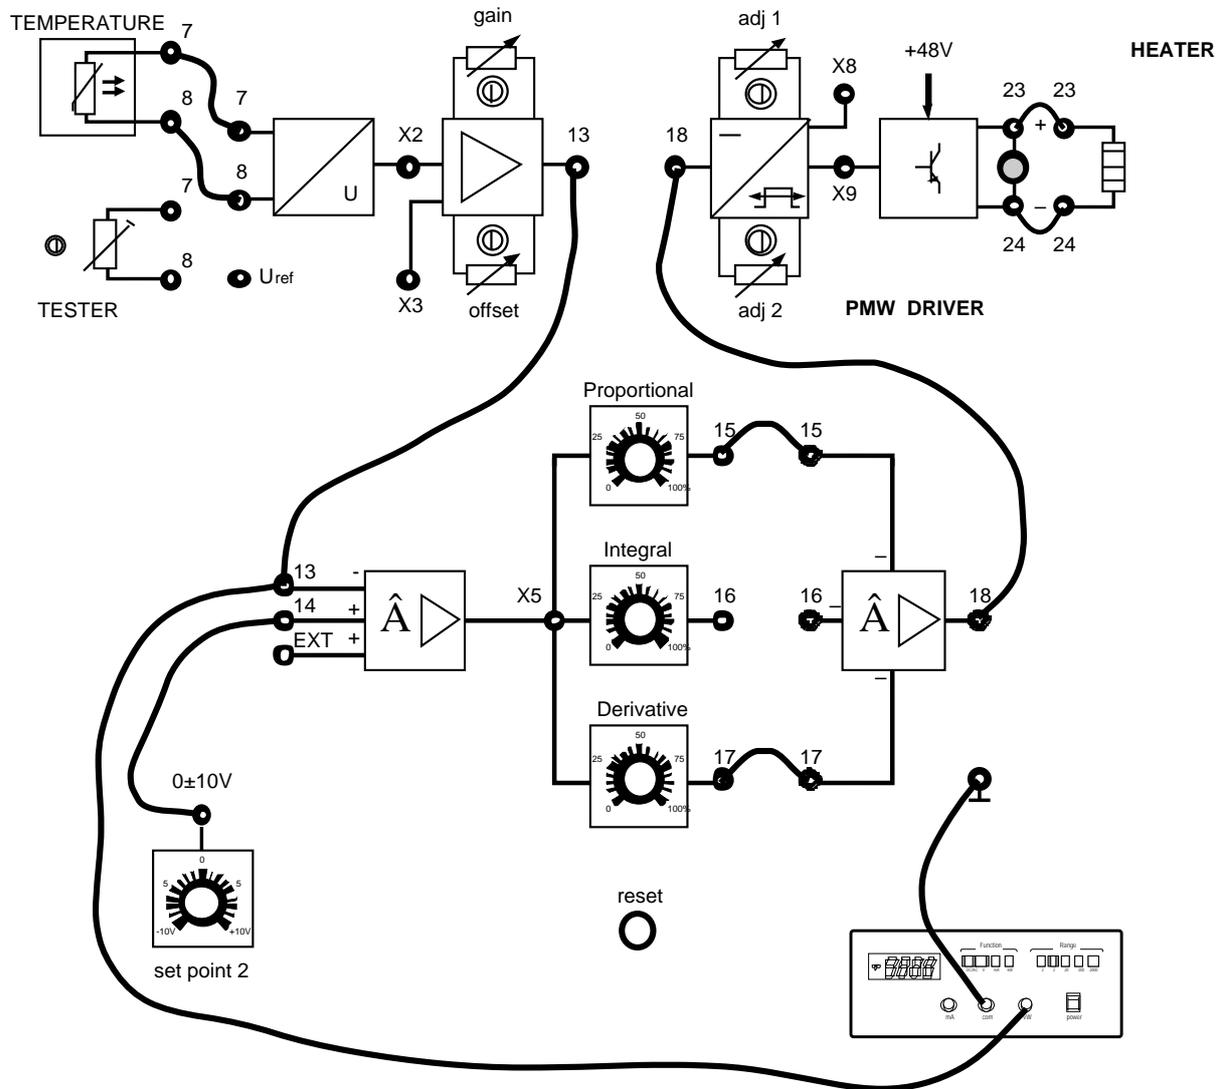

Fig. 23.1
Asegurado del conocimiento de los prerrequisitos, entrega a los alumnos la Ficha 23.1 que representa el cableado de control (fig 23.1) y prepara el panel de simulación del proceso de la siguiente manera:
- 1) Conectar, mediante cables, el casquillo 23 del PWM DRIVER al casquillo 23 y el casquillo 24 al 24 (ficha 23.1 fig 23.1).
- 2) Conectar los casquillos 7 y 8 del sensor de temperatura a los casquillos 7 y 8 de la respectiva interface (ficha 23.1 fig 23.1).
- 3) Apretar el interruptor general (ON).
- 5) Conectar el casquillo del SET POINT 2 al casquillo 14 del regulador PID y el casquillo 13 del interface de temperatura al casquillo 13 del regulador PID (ficha 23.1 fig 23.1).
- 6) Introducir un terminal del voltímetro digital, preparado en corriente continua, en el casquillo 13 del interface de temperatura y el otro en el casquillo de masa (ficha 23.1 fig 23.1) : leer y anotar el valor de tensión que corresponde, multiplicado por 10, a la temperatura inicial.
- 13) Conectar la manivela 17 del regulador PID al casquillo 17 y el casquillo 18 al casquillo 18 del PWM DRIVER y accionar contemporáneamente el cronómetro (ficha 23.1 fig 23.1).